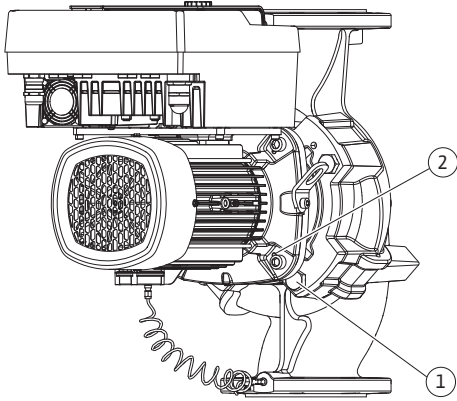

Fig. 104: 나사형 구멍을 통해 모터 임펠러 장치 눌러 빼기(DN 100 ~ DN 125)
- 23. 모터 임펠러 장치를 펌프 하우징에서 눌러 빼십시오. 이를 위해 두 개의 나사형 구멍(Fig. 104, 1번 참조)을 이용하십시오.
- 33. 펌프 하우징에서 모터 임펠러 장치를 눌러 뺄 때 두 개의 인접한 나사형 구멍(Fig. 104, 1번)을 이용하고 현장에서 제공되는 적절한 스크류(예: M10 x 25mm)를 사용하십시오.